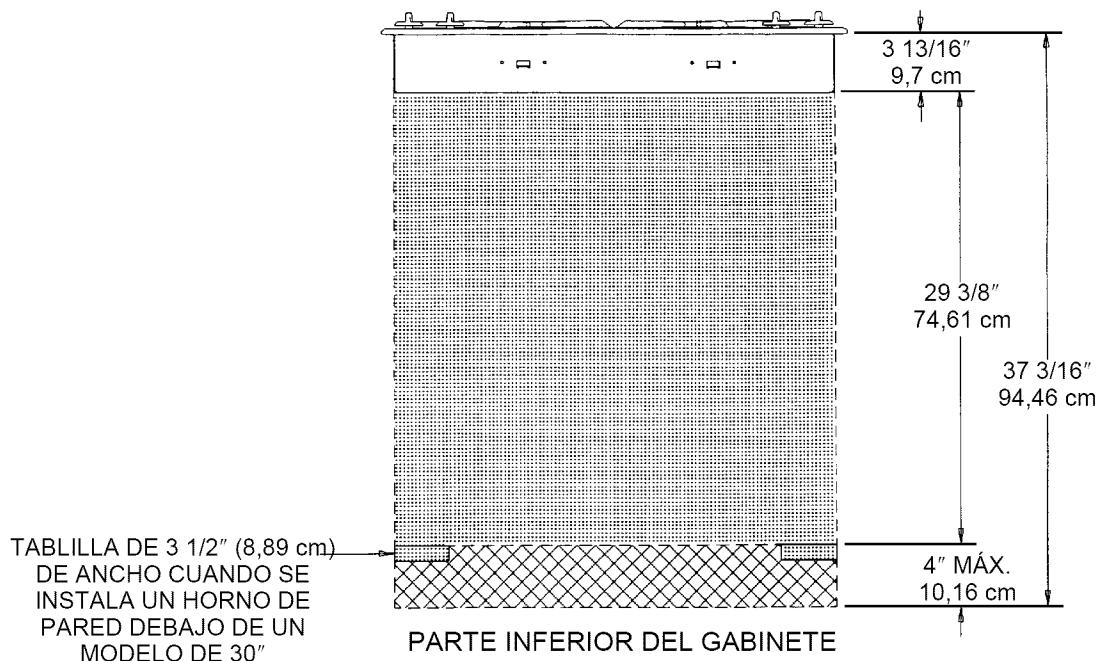

FIGURA 6
NOTA 1: Deberá instalarse este electrodoméstico y sus fuentes de suministro de gas y eléctrico antes de instalar el horno de pared. Vea la ilustración (Información de alambrado eléctrico —en la página 7, figura 6) para encontrar las ubicaciones recomendadas del suministro eléctrico.
Este electrodoméstico está equipado con un cordón eléctrico con conexión a tierra. Debe proporcionarse un tomacorriente conectado a tierra. Se recomienda, por comodidad, que el tomacorriente se encuentre (con referencia a la figura 6) como en el punto A o el B que aparecen a continuación:
- A. Si no se instalará otro electrodoméstico debajo de éste, deberá colocarse dentro del área sombreada o el área cuadriculada que se muestra en la figura 6.
1. debe colocarse dentro del área cuadriculada de la figura 6, o bien
Si se instalará un horno de pared debajo de este electrodoméstico y el tomacorriente de las unidades del mostrador se montará dentro del área cuadriculada de la figura 6: